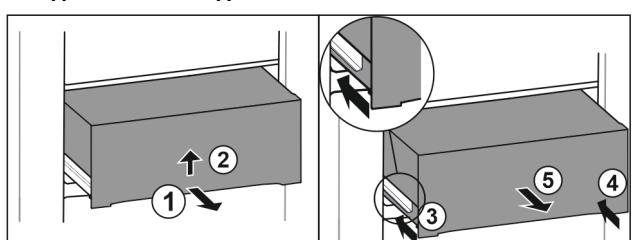

Fig. 48
- Изтеглете чекмеджето наполовина. Fig. 48 (1)
- Повдигнете чекмеджето от долната страна. Fig. 48 (2)
- Вкарайте лявата релса. Fig. 48 (3)
- Вкарайте дясната релса. Fig. 48 (4)
- Извадете чекмеджето напред. Fig. 48 (5)